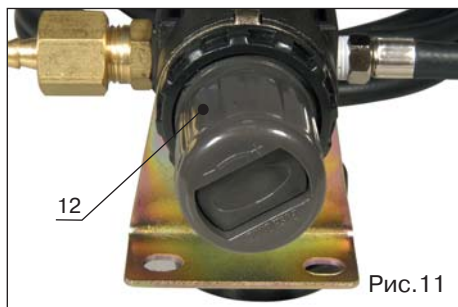

Рис.11
- Потяните вверх крышку (поз.12, рис.11) для освобождения фиксированного положения
- Поворачивайте крышку (поз.12, рис.11) регулятора по часовой стрелке для увеличения давления, против часовой стрелки для уменьшения давления.